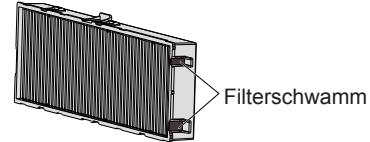

Abb. 2
- Achten Sie darauf, dass Sie den Filterschwamm (Abb. 2) an der Seite der Luftfiltereinheit bei ihrem Anbringen nicht entfernen.